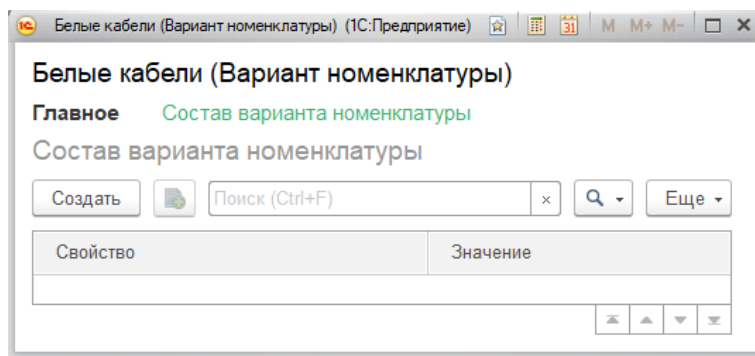

Рис. 9.6 Форма списка регистра «Состав варианта номенклатуры»
2. В результате форма списка регистра Состав варианта номенклатуры примет вид (рис. 9.6).